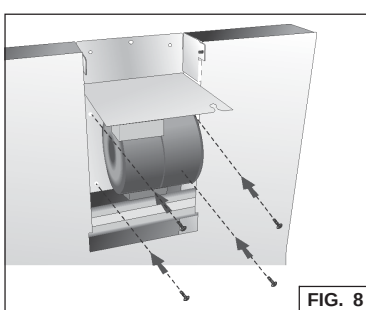

FIG. 8
- usar los mismos tornillos para sujetar el bloque motor en la nuova posición (Fig.8).